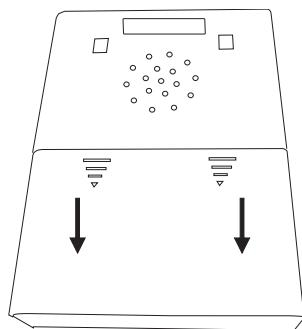

Abbildung 5: Batteriefach des »signolux«-Empfängers
- a) Auf der Rückseite befindet sich ein Batteriefach, dessen Abdeckung Sie vorsichtig nach unten schieben können, so dass sich das Batteriefach öffnet (siehe Abb. 5).